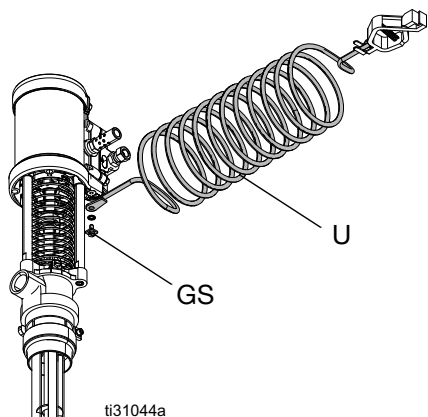

FIG. 4: Filo di messa a terra
Vedere FIG. 4. Verificare che la vite di messa a terra (GS) sia fissata e avvitata saldamente al motore pneumatico. Collegare l'altra estremità del filo di terra (U) a una presa di terra funzionante.